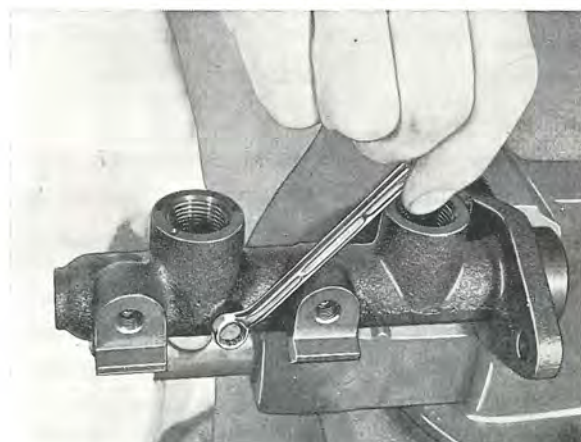

Bild 50. Demontering av stoppskruv
- Demontera bromskontakten om den är placerad på huvudcylindern. Skruva ur stoppskruven (bild 50). Ta bort låsringen för primärkolven med hjälp av låsringstång. Demontera kolvarna. Går inte sekundärkolven att skaka ur demonteras den genom att blåsa luft i anslutningen.